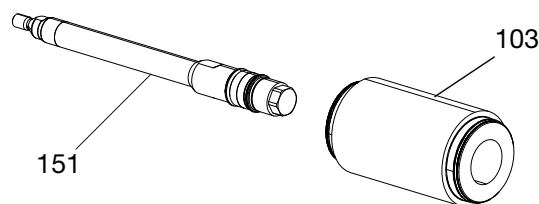

図 14
9. 変位ロッド (151) をポンプシリンダ (103) から取り外します。図 14 を参照してください。